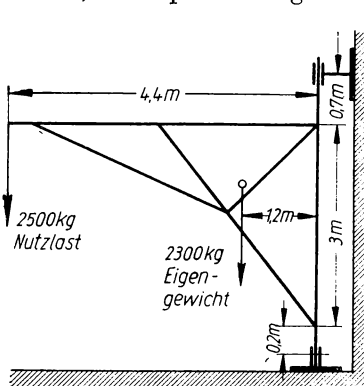

Bild 247
**377.** Ein Gießereidrehkran (Bild 247) trägt am Auslegerkopfe  $2500 \text{ kg}$  Nutzlast in  $4,4 \text{ m}$  Ausladung. Sein Eigengewicht  $2300 \text{ kg}$  greift im Schwerpunkte in  $1,2 \text{ m}$  Abstand von der Drehachse an. Die Durchmesser beider Zapfen sind  $80 \text{ mm}$ ; die Zapfenreibungszahl  $0,1$ ; der Hebelarm der Spurzapfenreibung gleich